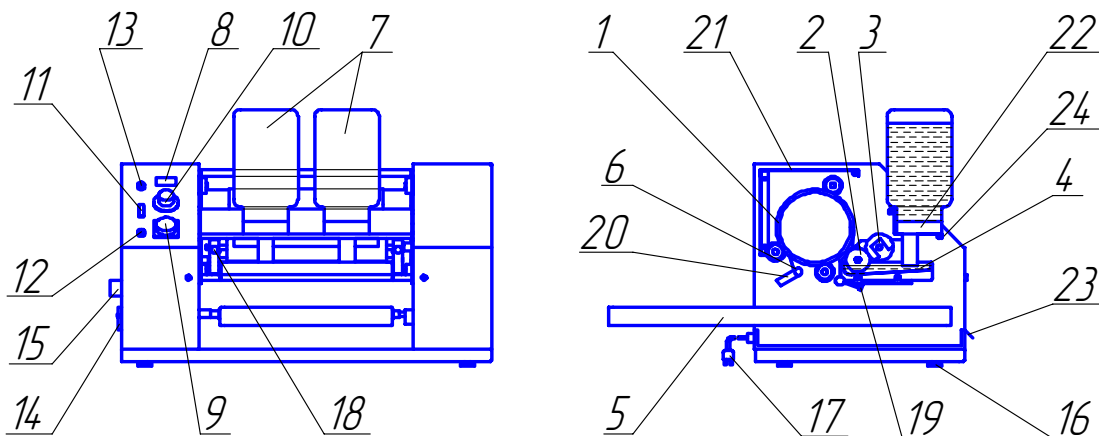

Рис.1. Автомат блинный РК-2.1
- 5.1 В технологическом процессе жарки блинчиков участвуют жарочный барабан 1, система подачи теста и формования блинной заготовки, нож 6 и транспортер 5 для укладки блинчиков в стопку (см. рис.1).
- 5.2 В состав системы подачи теста и формования блинной заготовки входят (см. рис.1):
- 6.1 Установите корпус автомата на рабочее место, добившись горизонтальности регулировкой ножек 16 (см. рис.1). Снимите с деталей корпуса автомата защитную пленку (при ее наличии) и протрите доступные поверхности слегка влажной чистой тканью. Обратите внимание, кожух 21 (см. рис.1) откидывается (фото 10 и 11).
7.9 Установите на свое место копир (фото 27) для квадратного или круглого блина. Для этого расположите копир на опорах штифтом вправо, последовательно оттяните на себя рукоятки фиксаторов 18 (см. рис.1) и опустите оси копира в седла. При этом штифт копира необходимо разместить между штырями муфты (фото 28).
- 7.15 При необходимости можно регулировать зазор между валиком и жарочным барабаном винтами 19 (см. рис.1). Он должен быть примерно 0,6 мм. Для контроля этого зазора к автомату прикладываются два щупа толщиной 0,55 и 0,7 мм. Если завинчивать винты по часовой стрелке, то зазор будет больше, если отвинчивать - меньше. При наличии прорех в блинной заготовке (мало теста передается с валика на жарочный барабан) можно уменьшить зазор. При наличии потеков теста и излишней толщине блинной заготовки (слишком много теста) можно увеличить зазор.